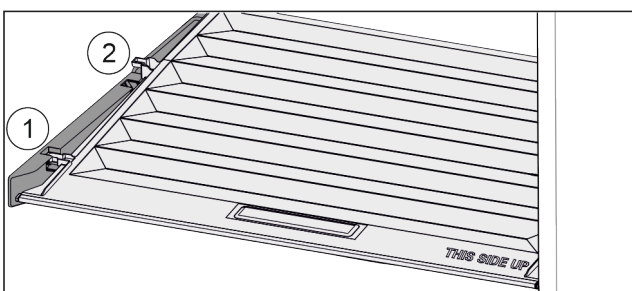

Fig. 40
- ▶ Tirer le couvercle vers l'avant jusqu'à l'orifice des pièces de retenue Fig. 40 (1).
- ▶ Le soulever par le bas à l'arrière et le sortir par le haut Fig. 40 (2).